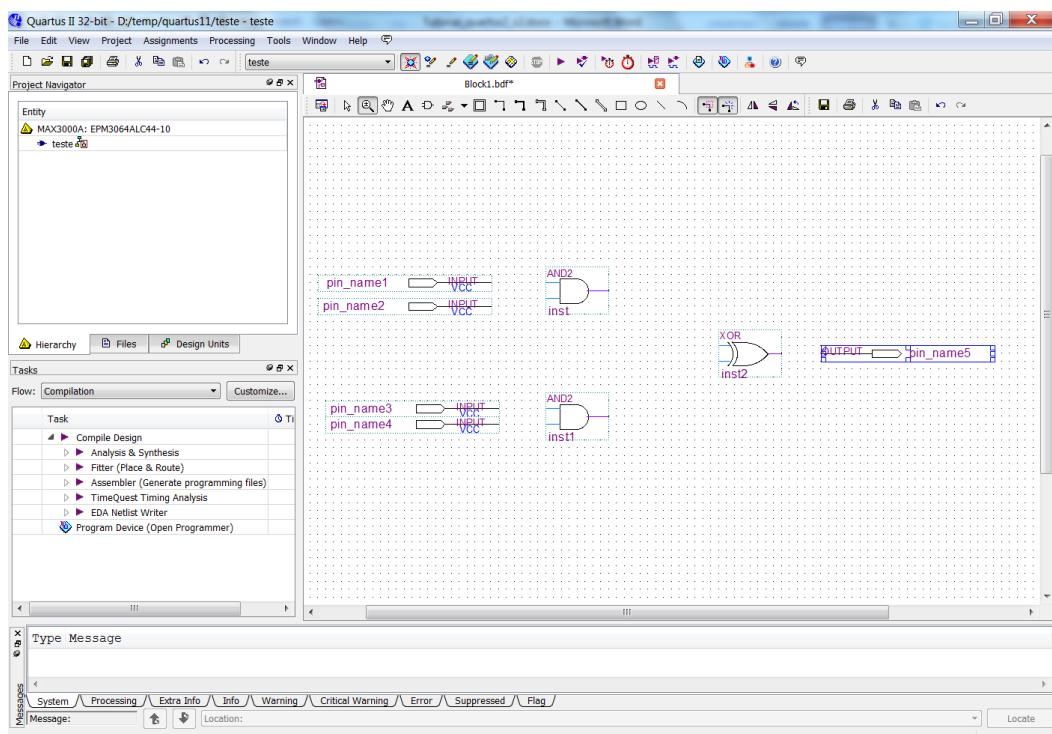

Figura 13 - Tela de Inserção de Portas Lógicas Primitivas e Pinos na forma de Esquemáticos
- Primeiramente insira as portas lógicas necessárias e os pinos de entrada e saída, como mostrado na Figura 13. (Para renomear os pinos de entrada e saída dê duplo clique sobre o pino a ser alterado)